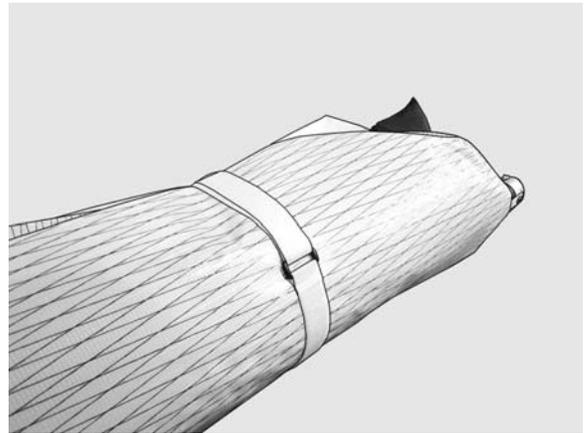

Рисунок 32
16. Установите еще одну стяжную ленту на дельтаплан перед трапецией, уложив носовой капот внутрь пакета между полукрыльями. (Рис. 32). Установите оставшиеся стяжные ленты на дельтаплан.